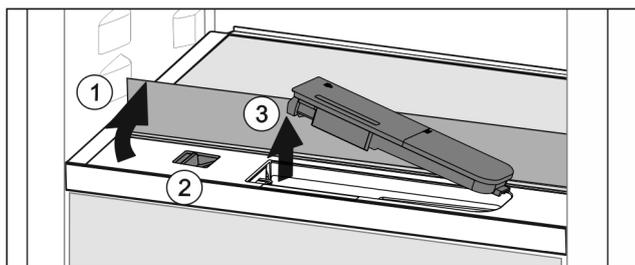

Fig. 164
- ▶ Soulever la tablette et la rabattre vers l'arrière jusqu'à la butée Fig. 164 (1).
- ▶ Pousser le curseur Fig. 164 (2) vers la gauche.
- ▶ Sortir le filtre à eau Fig. 164 (3).